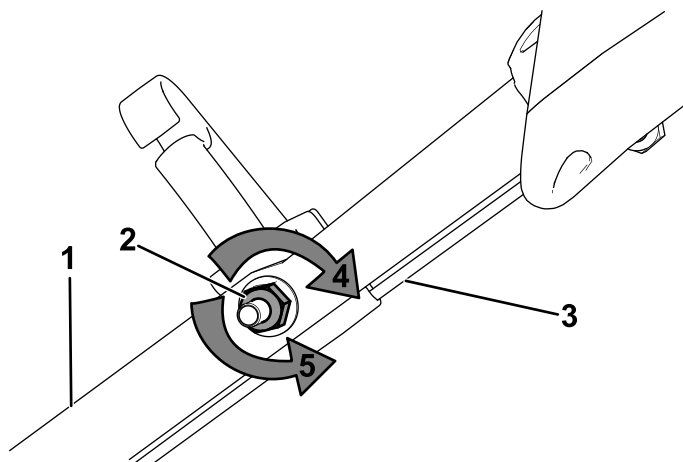

Figura 33
1. Gire la tuerca de ajuste en sentido antihorario para aflojar el ajuste del cable (Figura 33).
2. Ajuste la tensión del cable (Figura 33) tirando del mismo hacia atrás o empujándolo hacia adelante, y sujételo en esa posición.